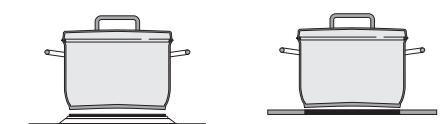

fig. 12
- Le fond de la casserole froide doit être légèrement bombé vers l'intérieur car étant donné que lors de la chauffe, ce même fond se dilatera et fera que l'ustensile adhérera bien à la plaque/zone de cuisson. De cette manière, la chaleur pourra être cédée de manière optimale (fig. 12).